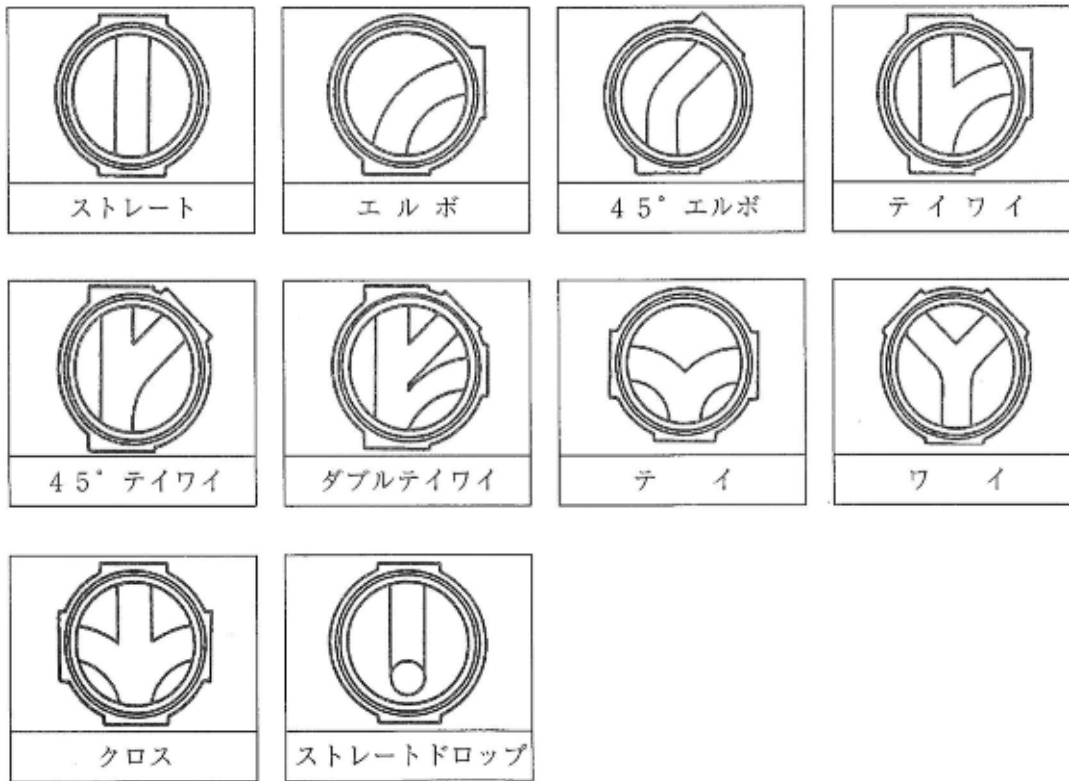

図4-2 インバート平面図
- 底部は接続する取付管及び排水管の管径幅に応じて相当のインバートを設ける。(図 4-2・4-3 参照) インバートは、ます内の下水流下を円滑にさせるための半円形 (または半卵形) の導水溝とする。
- 底部は接続する排水管の管径又は内のは幅に応じて相当のインバートを設ける（図 4-2・4-3 参照）。